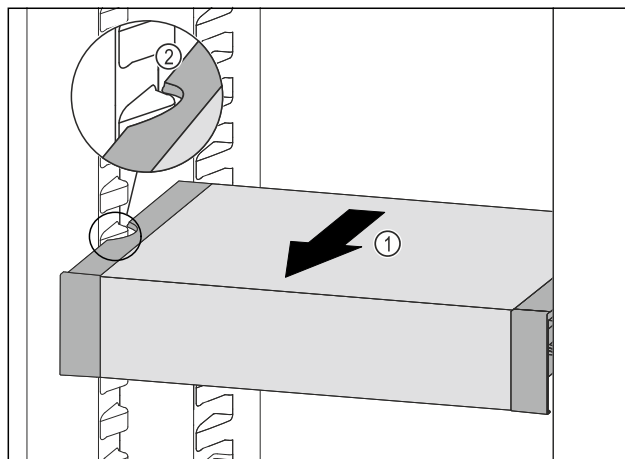

Fig. 54
- ▶ Træk VarioSafe fremefter Fig. 54 (1), indtil udsparringerne i siden på VarioSafe er på niveau med beholderribben i kølesektionen. Fig. 54 (2)